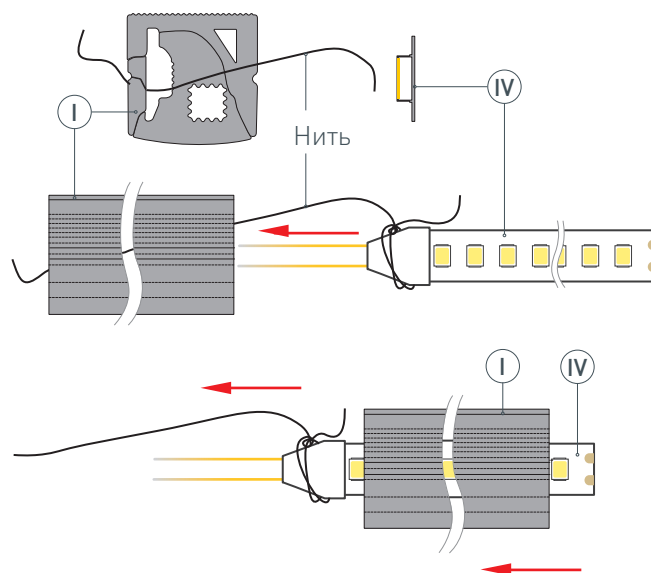

Рис. 1. Протяжка светодиодной ленты (IV) в профиль (I), вид сбоку
Установите* светодиодную ленту (IV) в профиль (I). Для этого необходимо привязать нить (находится внутри профиля) с одной стороны профиля (I) к светодиодной ленте (IV), как показано на рис. 1. Чтобы втянуть ленту в профиль, сначала аккуратно поместите кабели питания светодиодной ленты (IV) внутрь профиля (I), а затем, насколько это возможно, вставьте край светодиодной ленты. Аккуратно потяните за нить с другой стороны профиля (I) и тем самым протяните** светодиодную ленту (IV) в профиль (I).